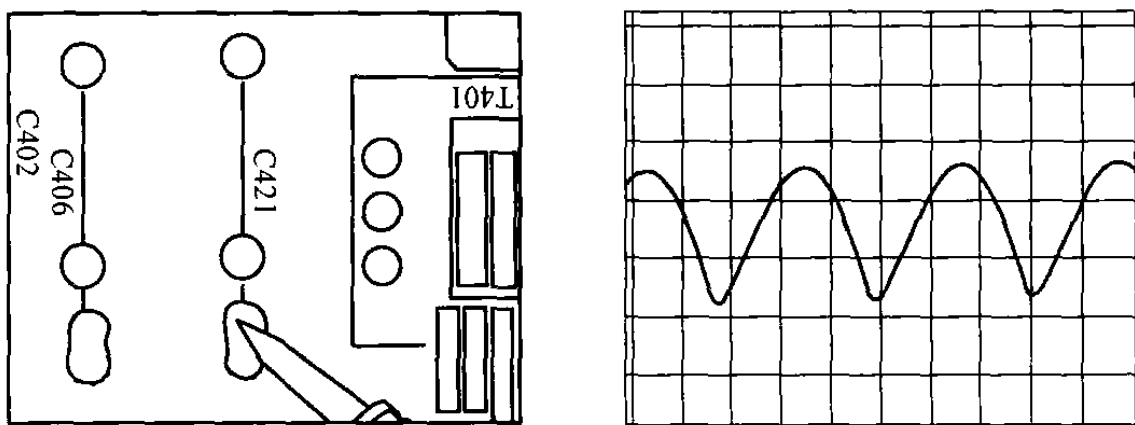

图 2-56 检测电容 C421 引线脚的信号
⑯ 用示波器对失真校正电容 C421 的引线脚进行检测,具体检测部位及正常波形如图 2-56 所示。如果此信号失常,则造成图像变形失真的原因可能是 C421 变质。